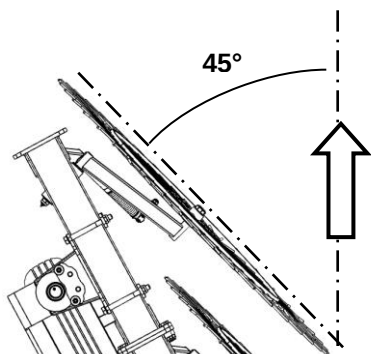

fig.27
- **Inclinazione delle stelle:** per un impiego ottimale le stelle devono avere un'inclinazione massima di circa 45° rispetto alla direzione di avanzamento del trattore (fig.27). Tale inclinazione si raggiunge con l'apertura massima dei telai portastelle. - **Non agire sulle stelle.**
- **Inclination of wheels:** for optimal use, the wheels must have a maximum inclination of about 45° respect to the forward direction (fig.27).